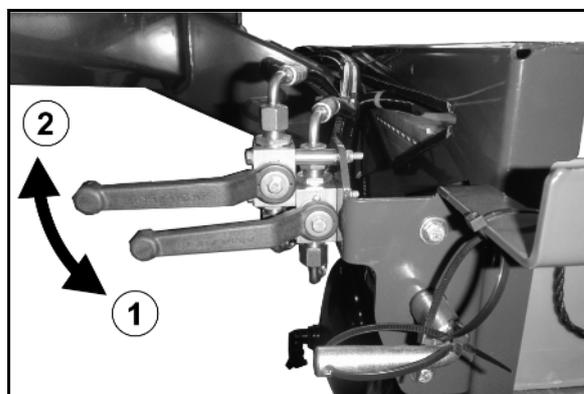

Fig. 26
- Åpne stengeventiler på hydraulikkblokken (Fig. 26/1).
- Steng stengeventilene (Fig. 26/2):